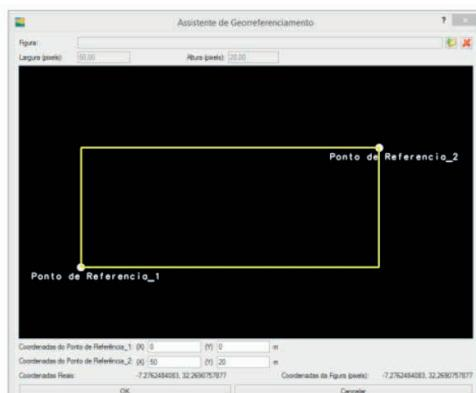

Figura 3.3 Assistente de Georreferenciamento.
- b) Clique no botão ***Mudar***, a partir de qual será aberta a janela “*Assistente de Georreferenciamento*” (Figura 3.3).